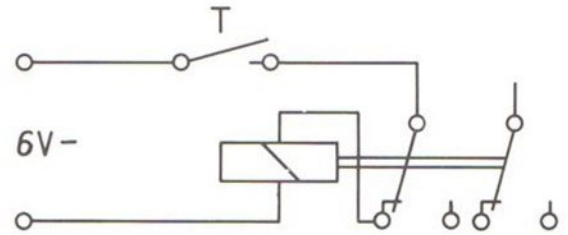

Abb. 126
Wird das Relais so angeschlossen, wie es die Abb. 126 zeigt, dann arbeitet es wie ein Summier nach dem Prinzip des Wagnerschen Hammers. Bei Betätigung des Tasters (T) wird die Spule in schnellem Wechsel automatisch ein- und ausgeschaltet, wobei ein schnarrendes Geräusch entsteht.